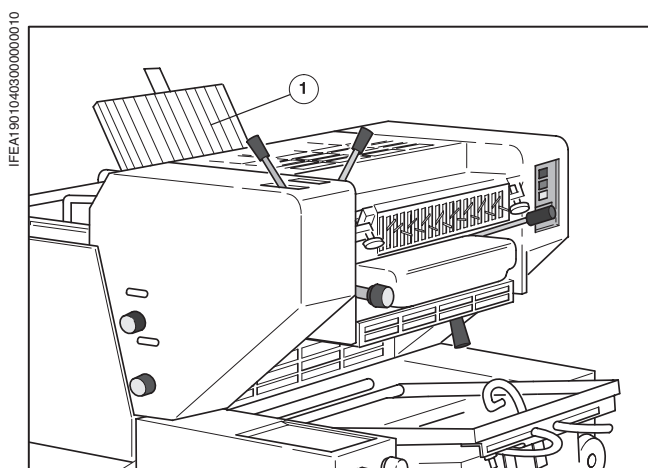

Рис. 6 Стол для зарядки/выброса формы в двухкрасочной машине
Двухкрасочная машина оснащена поворотным столом (Рис. 6/①) для зарядки/выброса формы. Его **положение** определяет, в какой ПС печатная форма должна быть заменена, выброшена или втянута (на Рис. 6: ПС 2).